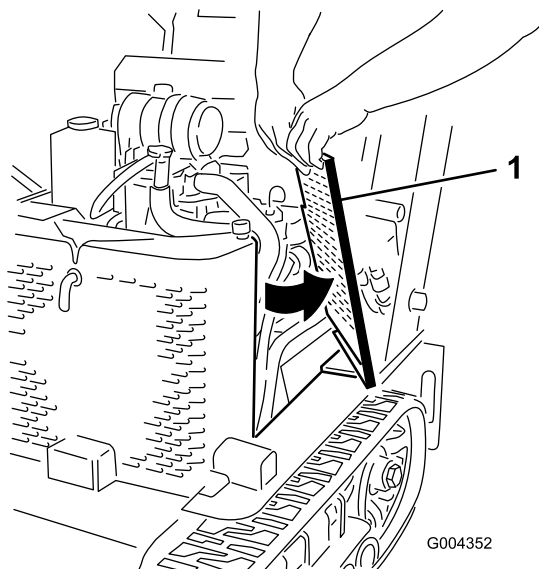

Figura 30
2. Far scorrere le griglie laterali (Figura 30) verso l'alto e al di fuori delle fessure nella griglia e nel telaio anteriori.